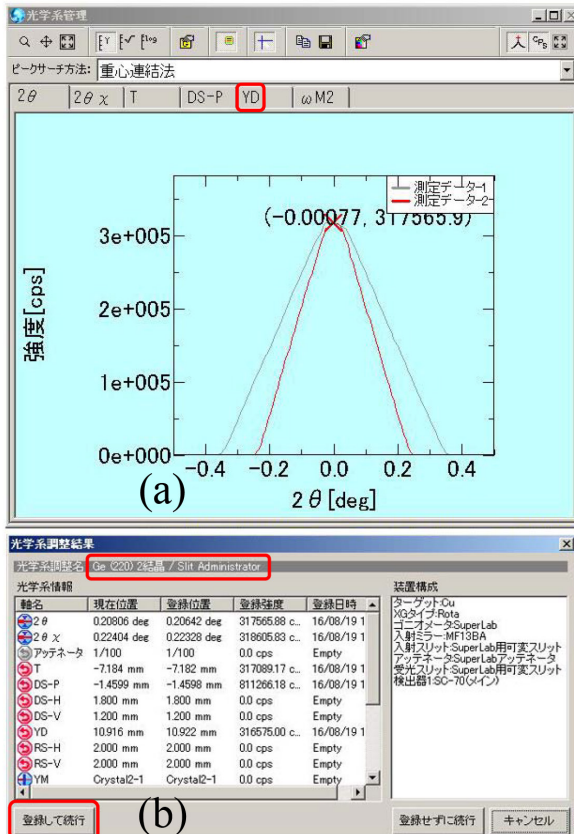

図 1.12. 受光光学系 (Slit 光学系) の精密調整終了。左下「登録して続行」をクリックします
YD 軸 [検出器の横方向の並進, 図 1.8(e)[p.4 参照] の自動調整が行われ, 終了すると図 1.12(a) のように「プロファイルウィンドウ」が青緑色に表示され調整が終了します。図 1.12(b) には調整結果が表示されます。左下の「登録して続行」をクリックしてください。これで図 1.12(b) 上の赤枠内に示された「Ge(220) 2結晶 / Slit」という名前前で, 調整した光学系が登録されました。